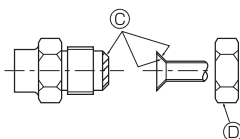

Fig. 5-5
A (Fig. 5-5)
5.5. Connexion des tuyaux (Fig. 5-4) (Fig. 5-5)
- [Fig. 5-5]